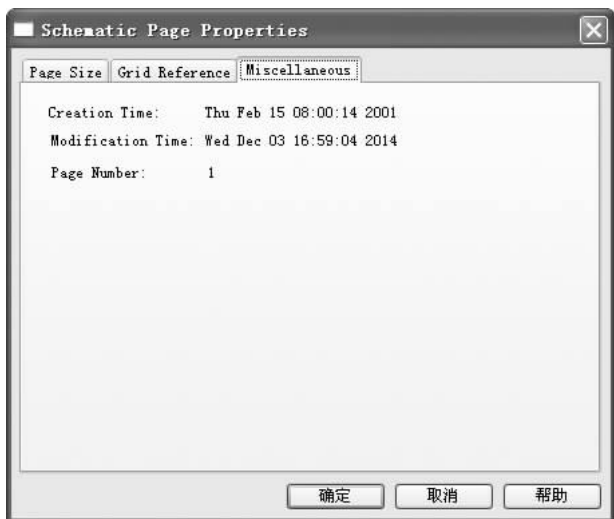

图 4-4 “Miscellaneous (杂项)” 选项卡
在 “Miscellaneous (杂项)” 选项卡中显示图页号及创建时间和修改时间，如图 4-4 所示。
1. 选择菜单栏中的“Options（选项）”→“Preferences（属性设置）”命令，系统将弹出“Preferences（属性设置）”对话框，如图4-4所示。